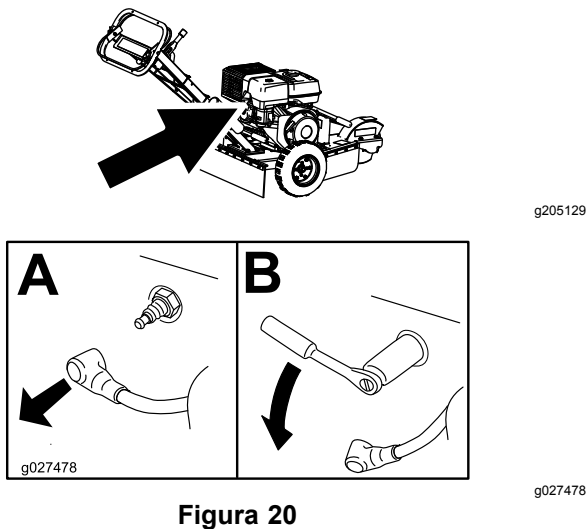

Figura 20
3. Localice y retire las bujías (Figura 20).